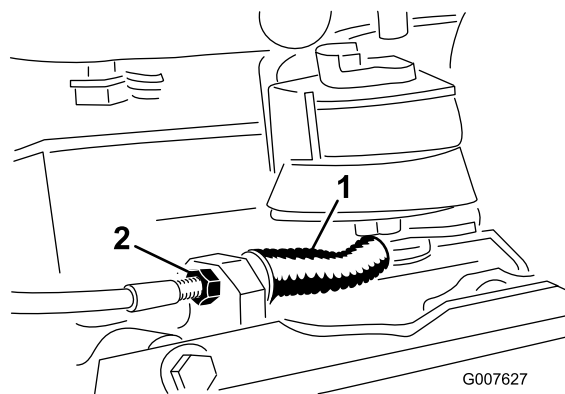

Figura 34
- Para diminuir a tensão do cabo, desaperte a porca frontal do cabo e aperte a porca traseira (Figura 34). Repita os passos 1 e 2 e reajuste, se necessário.
- Para aumentar a tensão do cabo, aperte a porca frontal do cabo e desaperte a porca traseira (Figura 34). Repita os passos 1 e 2 e reajuste, se necessário.